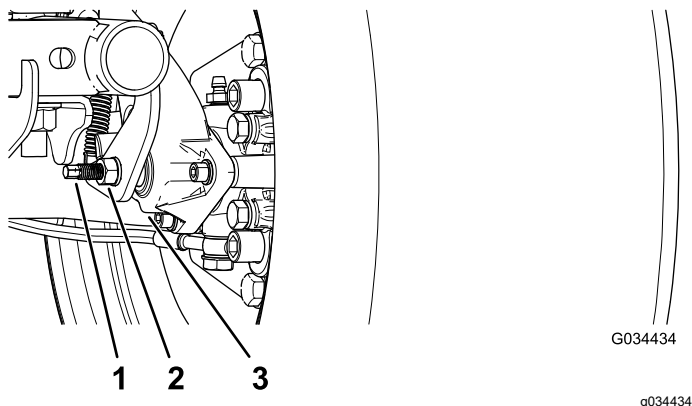

Bild 56
3. Verwenden Sie zwei Schraubenschlüssel und arretieren Sie die Strebe an der Bremsbacke mit einem Schraubenschlüssel und lösen Sie die Klemmmutter um eine Vierteldrehung mit dem anderen (Bild 56).
4. Halten Sie die Strebe zum Einstellen und die Klemmmutter fest und drehen Sie die Strebe zum Einstellen, um sie anzuziehen (Bild 56).
5. Halten Sie die Strebe zum Einstellen und die Klemmmutter fest und drehen sie um eine Vierteldrehung heraus (Bild 56).
6. Halten Sie die Strebe zum Einstellen und die Klemmmutter fest und ziehen Sie die Klemmmutter an (Bild 56).